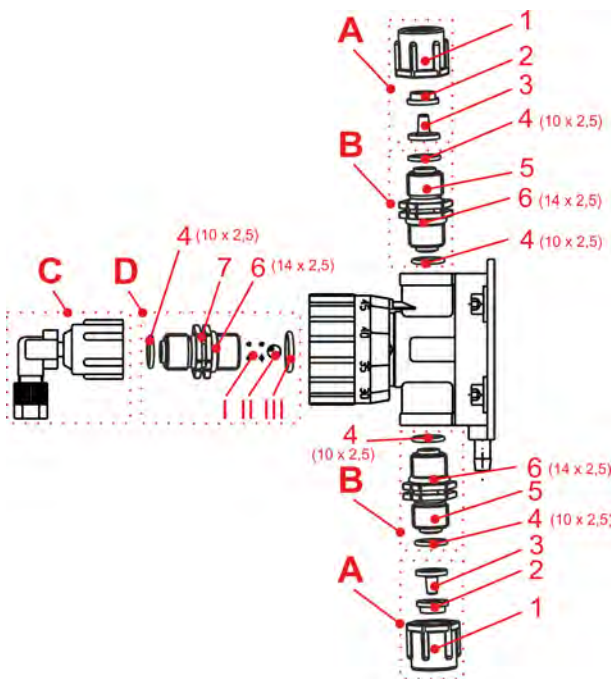

Abb. 85: Austausch von Saug- / Rücklauf- und Druckventil
2. von Saug und Druckventil (☞ Kapitel 11.1 „Austausch von Saug- / Rücklauf- und Druckventil“ auf Seite 107, Abb. 85) auf Verschmutzung und Dichtigkeit.